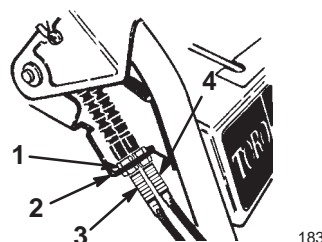

Figure 28
1. Desserrez l'écrou de blocage supérieur qui fixe le câble de commande de déplacement au support de montage (Fig. 28).
2. Tournez l'écrou de blocage inférieur pour augmenter la tension de la courroie (Fig. 28).
- A. Desserrez l'écrou de blocage supérieur qui fixe le câble de tarière/roue hélice au support de montage (Fig. 28).
9. Sur le câble de commande qui correspond à la courroie usagée, desserrez les écrous de blocage qui fixent le câble au support (Fig. 28).